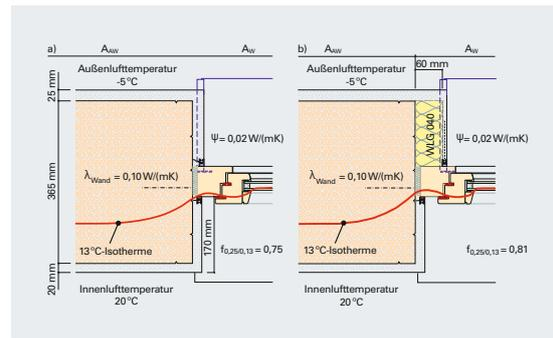

Abbildung 2
- sorgfältige Dämmung des Anschlussbereichs Rahmen – Mauerwerk (Abbildung 2)